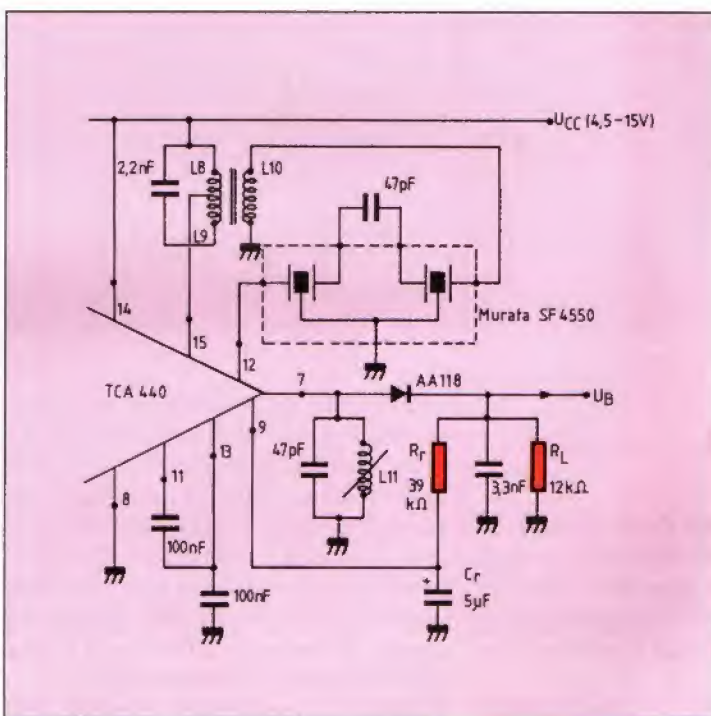
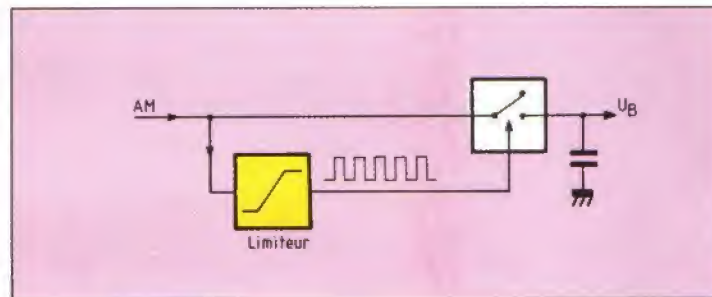

Fig. 11. – Une bonne linéarité de démodulation peut être obtenue avec un circuit résonnant ( $L_{11}$ ) d'impédance très grande devant  $R_L$ .
Fig. 15. — Démodulation synchrone, schématisée par un interrupteur commandé par une rectangulaire extraite du signal à démoduler.
**Démodulation pour TCA 440.** La figure 11 montre un extrait du schéma d'application d'un bien classique circuit intégré pour radiorécepteur. La sélectivité FI, entre sortie de conversion (broche 15) et entrée de l'amplificateur FI (broche 15), y est assurée par un circuit résonnant LC suivi de deux filtres céramiques. On peut supposer que c'est suffisant et qu'on n'a plus besoin de filtrer à la sortie. D'autant plus que c'est
**Commande automatique de gain.** La tension de CAG est obtenue, dans la figure 11, après filtrage par  $R_f$  et  $C_f$ . Elle parvient (broche 9) sur la base d'un transistor PNP. De ce fait, il existe un léger courant de repos créant, dans  $R_L$ , une chute de tension tendant à s'opposer au seuil de D, ce qui peut contribuer à linéariser la démodulation.
Le circuit résonnant n'intervenant pas dans la figure 11 pour améliorer la sélectivité, mais en tant que source de courant, il doit être possible de le remplacer par un circuit actif.
Les deux exemples mentionnés plus haut pour circuits intégrés (fig. 11 et 12) font appel à un redressement à composants discrets. Cependant, une démodulation toute intégrée est possible. La figure 15 montre un exemple. Ce schéma fonctionnel étant simple, on doit s'attendre, comme souvent en pareil cas, à une certaine complexité de réalisation. En effet, une bonne douzaine de transistors est souvent nécessaire pour mettre ce circuit en pratique.